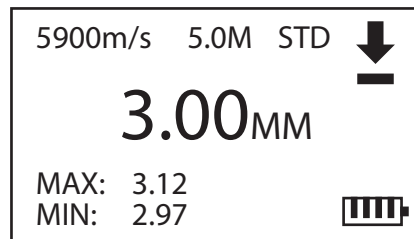

Figura 4-1-5: Display de varredura de medição
- Enquanto o material está sendo medido pelo sensor, o medidor pode registrar os menores e maiores valores. Para ativar este modo, selecione <SCAN> utilizando as <TECLAS DE SETAS> para mover o cursor até a opção e depois pressionando a tecla <ENTER> para confirmar. Com esse modo de medição ativo, arraste lentamente o sensor ao longo da superfície do material (garantindo um bom acoplamento) e o display de medição exibirá as informações de valores máximos e mínimos, conforme mostrado na **Figura 4-1-5**.